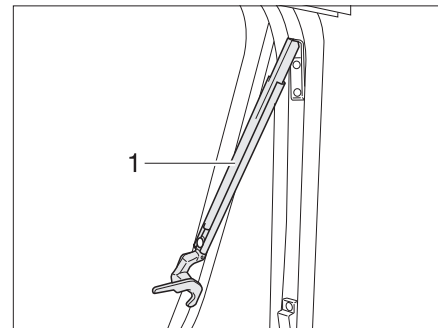

Fig. 37 Ventana abatible con soportes automáticos, abierta
- Abrir la ventana abatible hasta la posición de enclavamiento deseada. El soporte automático (Fig. 37,1) engatilla automáticamente.